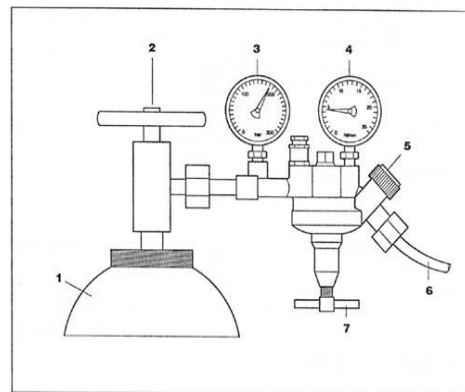

Fig. 13 螺柱焊供气系统
- 将图 13 中的位置的气管接到焊机后面的气体连接器上（图 6 中的位置）
- 拧开气瓶上的气阀环（图 13 中的 2 位置）
- 打开气阀开关（图 13 中的 5 位置）
- 调节气体流量为 4 - 5L/min（调节图 13 中的 7 位置旋钮）
- 将气瓶总阀关紧（见图 13 中位置）